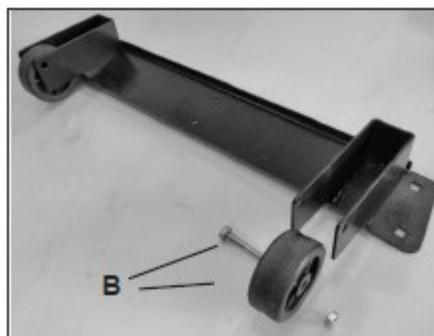

Рис. 2
2. Прикрепить два узла колес к нижней опоре С – в узел входят два колеса, две шайбы на 8 мм, два болта М8 х 50 (рис. 2).
Вставить в раму и колеса болты с шайбами и ввернуть их в противоположную стенку кронштейна для колес (рис. 2, А).